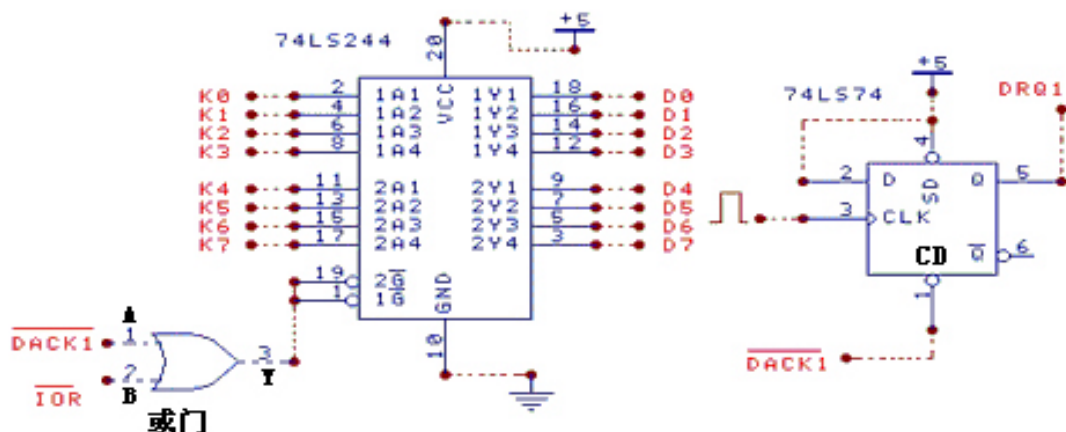

图4-11-3
3、用通用插座按图4-11-3连接好电路（74LS74利用实验台上的D触发器）。编程在主机内存缓冲区D4000H, 偏移量为0的位置开辟数据缓冲区，使用Demand Mode DMA方式从外设向内存传送8个数据并存入数据缓冲区，编程不断显示缓冲区的数据。